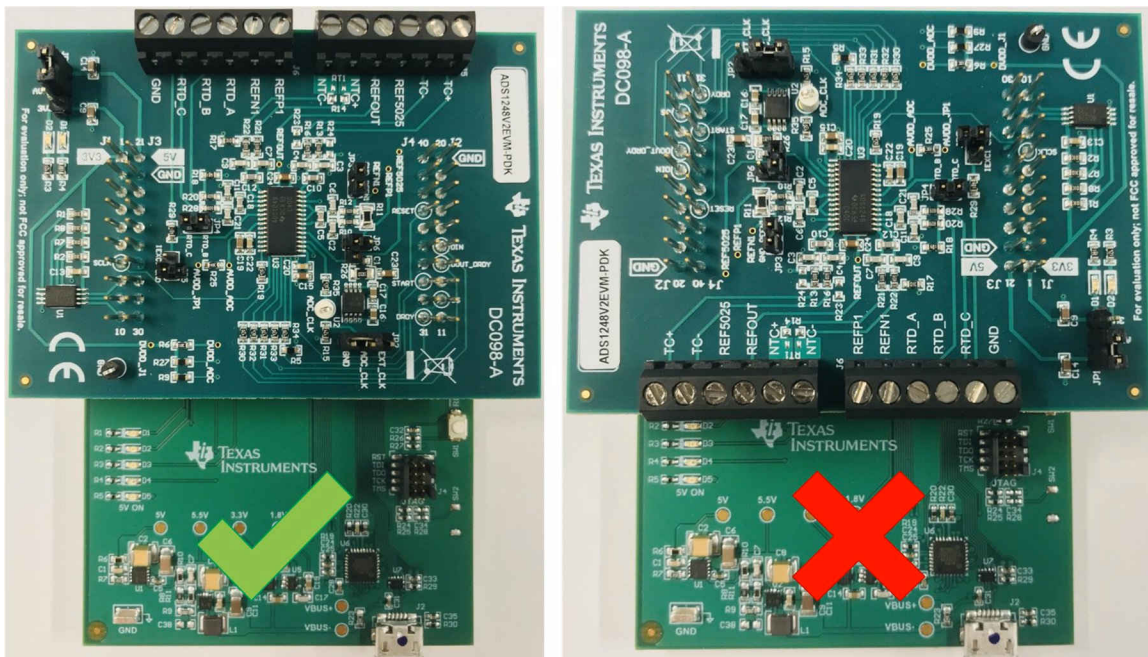

图 2-1. 将 ADS1x48EVM 连接到 PAM 板
2. 如有必要，可以将 ADS1x48EVM 连接到 PAMBoard，如图 2-1 中的左图所示。